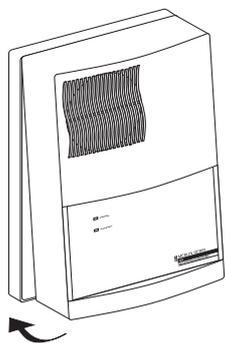

fig. 6
■ le raccordement terminé, remplacez le capot sur le socle en encliquetant d'abord la partie supérieure, puis en faisant pivoter vers le bas (figure 6)